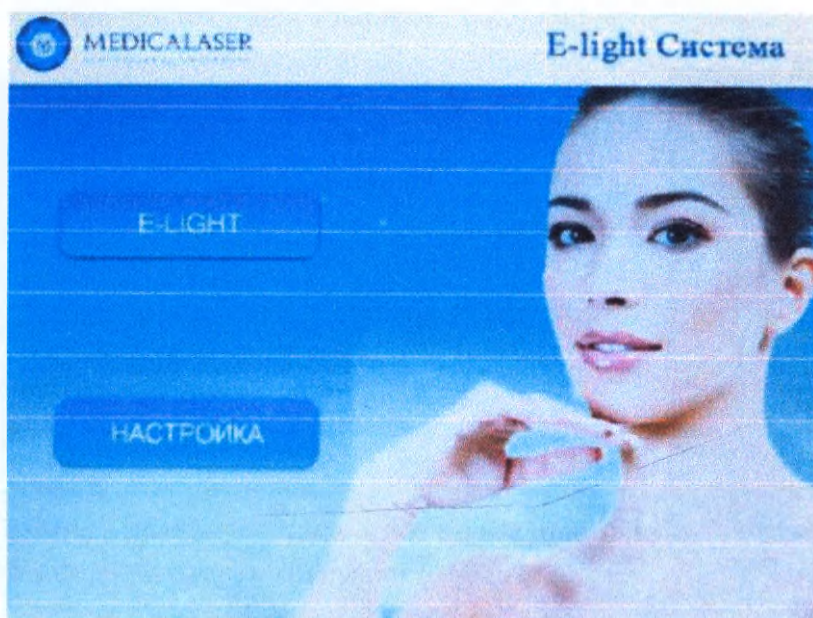

Рис.6
2. Инициализация системы занимает 1 минуту. После откроется следующее меню (рис.6).
6. При выборе кнопки Настройка в меню Рис. 6, откроется следующее меню: